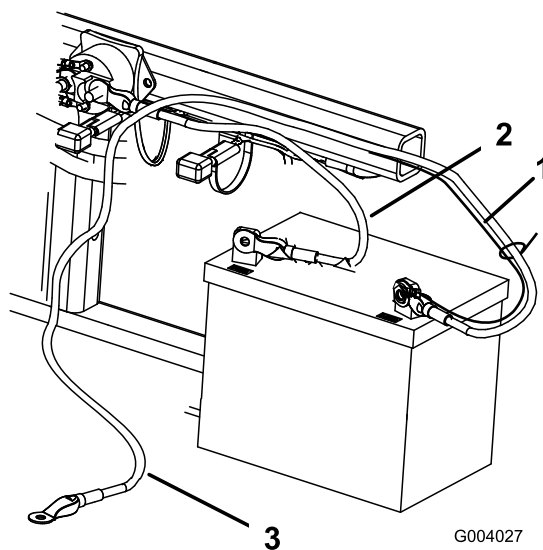

Figura 5
3. Fixe o pequeno cabo preto e o cabo negativo (preto) ao terminal negativo (-) da bateria com um parafuso (1/4 x 5/8 pol.) e uma porca de bloqueio (1/4 polegada) (Figura 5).
2. Fixe o cabo positivo (vermelho) ao terminal positivo (+) com um parafuso 1/4 x 5/8 pol. e uma porca de bloqueio (Figura 5).